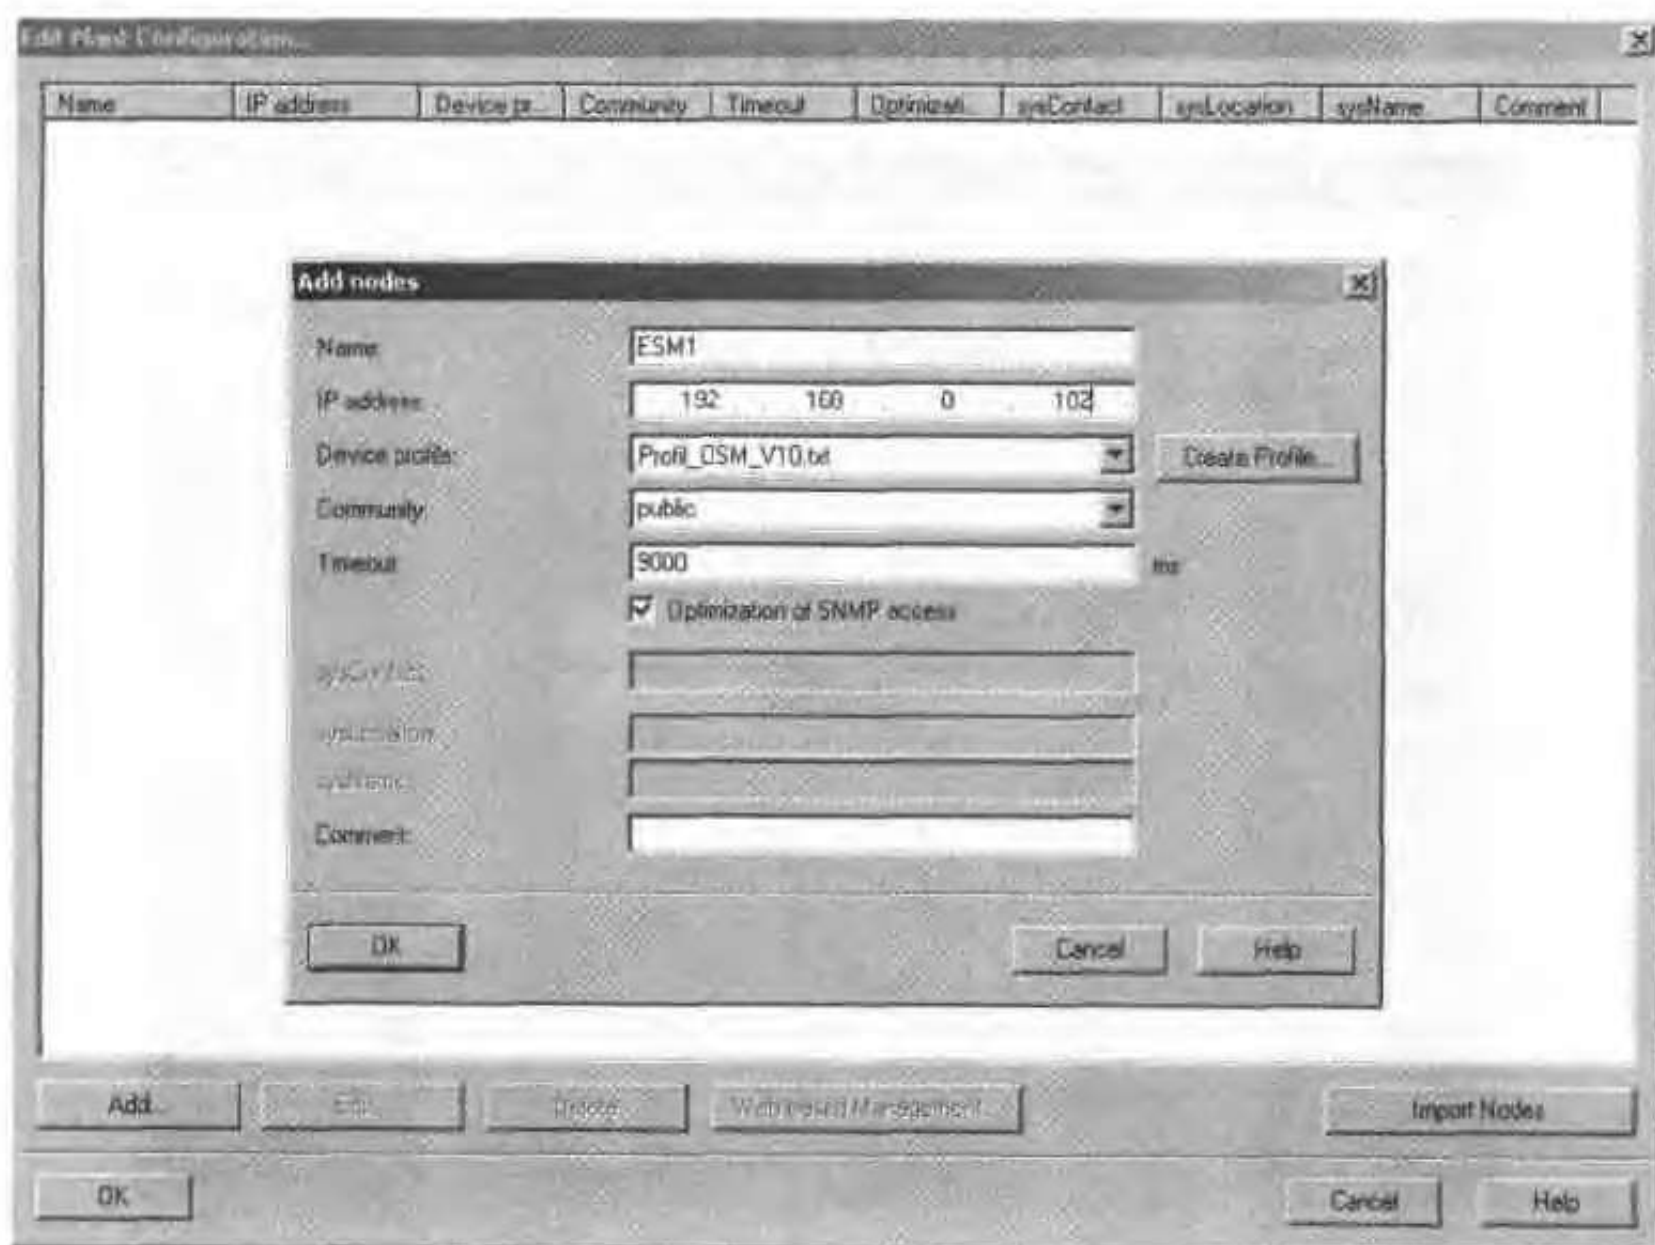

图 13-27 配置以太网交换机
- 选择 Add 按钮, 增加一个节点。输入以太网交换机的名称和 IP 地址, 如图 13-27 所示。